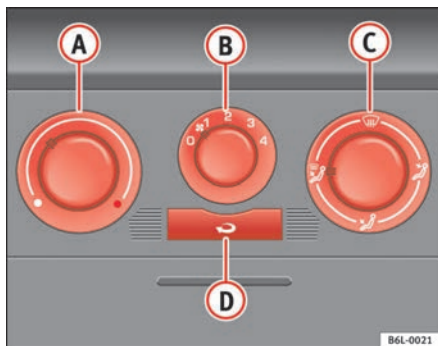

Abb. 92 In der Instrumententafel: Bedienelemente der Heizung
- Drehen Sie den Temperaturregler ⇒ Abb. 92 **A** nach links.
- Drehen Sie den Temperaturregler ⇒ Abb. 92 **A** nach rechts bis zur gewünschten Heizleistung.
- Drehen Sie den Temperaturregler ⇒ Abb. 92 **A** ganz nach rechts auf die höchste Heizleistung.
- Drehen Sie den Temperaturregler ⇒ Seite 126, Abb. 92 **A** in den Heizbereich.